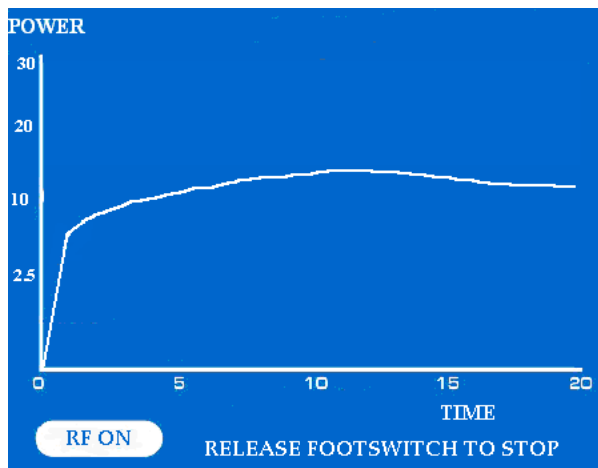

Figura 11: Gráfico do ecrã de potência (canetas Isolator) a indicar o modo RF ON (encapsulamento agora apresentado)
- i. O gráfico em tempo real da medição da potência fornecida aos tecidos é apresentado no ecrã de gráficos LCD com uma tolerância de $\pm 20\%$. O gráfico de potência utiliza uma escala de 20 segundos (consulte a **Figura 11**).
- ii. O sistema esgota automaticamente o tempo limite e interrompe a ablação se o utilizador não soltar o pedal num período de 40 segundos (consulte a **Figura 11**).